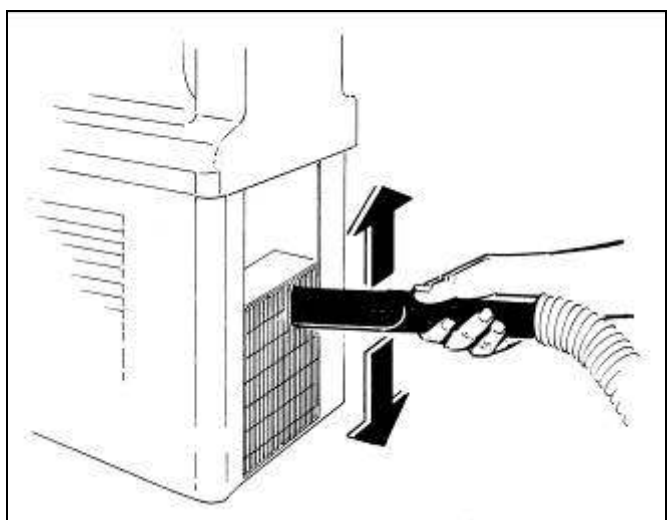

Fig. 30
- Con un aspiratore rimuovere la polvere infiltratasi tra le lamelle del condensatore (fig.30).